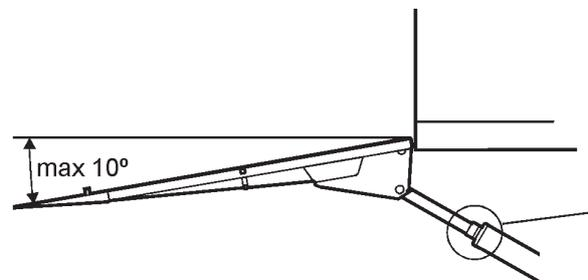

Figura 44. El ángulo de basculamiento hacia abajo se debe ajustar en 10° como máximo
4. Inclinar el puente hacia abajo, hasta 10 grados como máximo por debajo de la horizontal, véase Figura 44.